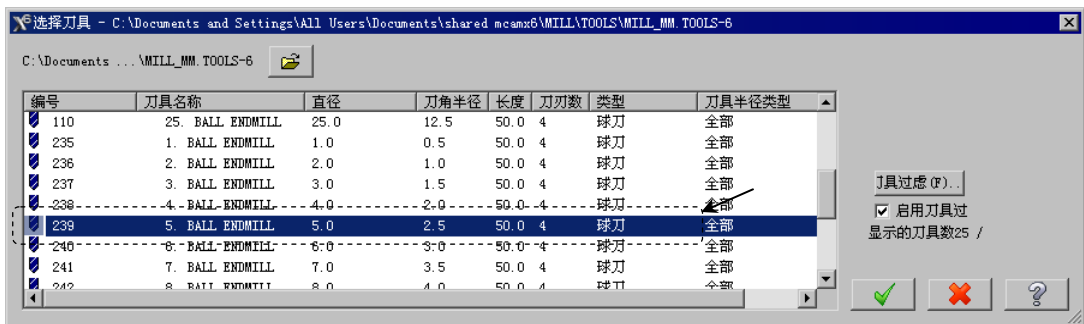

图 6.23 “选择刀具”对话框
(2) 选择刀具。在“曲面精加工放射状”对话框中单击 **选择刀库** 按钮，系统弹出“选择刀具”对话框，在该对话框的列表框中选取图 6.23 所示的刀具。单击 **✓** 按钮，关闭“选择刀具”对话框，系统返回至“曲面精加工放射状”对话框。